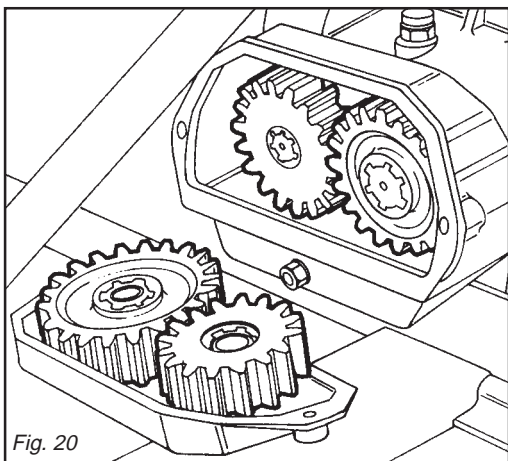

Fig. 20
La macchina è equipaggiata di cambio di velocità (Fig. 20), con una coppia di ingranaggi. Esso permette di ottenere varie velocità di rotazione del rotore in modo da soddisfare maggiormente le esigenze dell'operatore.
*Machine are equipped with a gearshift (Fig. 20), with one pair of gears. A variety of rotation speeds of the rotor can be obtained so that the needs of the operator can be better met.*
Die Maschine sind mit Wechselgetriebe (Abb. 20), mit einem Räderpaar ausgestattet. Dadurch ist es möglich, mehrere Rotordrehgeschwindigkeiten zu erhalten, um damit den Anforderungen des Bedieners zu entsprechen.
*Les machines sont équipées d'une boîte de vitesse (Fig. 20), avec un couple d'engrenages. Il permet d'obtenir différentes vitesses de rotation du rotor de façon à mieux satisfaire les exigences de l'opérateur.*
Las máquinas están equipadas de cambio de velocidad (Fig. 20), mediante un par de engranajes. Ello permite lograr varias velocidades de rotación del rotor, para satisfacer así en mayor medida las exigencias del operador.